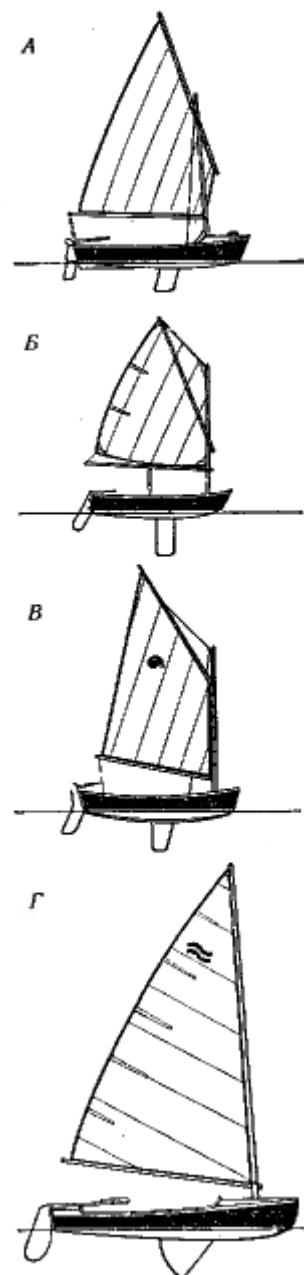

Рис. 12. Кэты:
**Четырехугольный гафельный парус (рис. 12, в и 13, а)** имеет **гафель**-наклонное рангоутное дерево, одним концом упирающееся в мачту. К гафелю крепится верхняя шкаторина (кромка) паруса. Передняя шкаторина паруса крепится к мачте, а нижняя - к **гику**, горизонтальному рангоутному дереву, которое при помощи вертлюга (шарнира) соединено с мачтой. Разновидностью гафельного паруса является парус **гуари** с очень длинным гафелем (часто длиннее гика и даже мачты), стоящим почти вертикально.
На маленьких яхтах, преимущественно на открытых парусных тузиках- динги, иногда ставят **рейковые** или **шпринтовые** паруса. У них гафель заменяется **рейком**, к которому привязывается верхняя шкаторина паруса, а его передний конец свободно выходит вперед за мачту (рис. 12, а), или **шпринтом** - шестом, который растягивает парус, упираясь нижним концом в мачту, а верхним - в угол паруса по диагонали, как на детском швертботе «Оптимист» (рис. 12, б).
**Бермудский парус (рис. 12, г)** не имеет гафеля, что облегчает его постановку. Передняя шкаторина его крепится к мачте, а нижняя, как и у гафельного паруса. - к гику.
В СССР и в большинстве европейских стран кэт (**рис. 12**)-господствующее вооружение гоночных швертботов-одиночек, управляет которым один человек (например, швертботы классов «ОК», «Оптимист» и «Финн»).
Швертботы-одиночки класса “Финн” (см. рис. 12, г) очень распространены (конструктор швед Р. Сарби — 1950 г.).